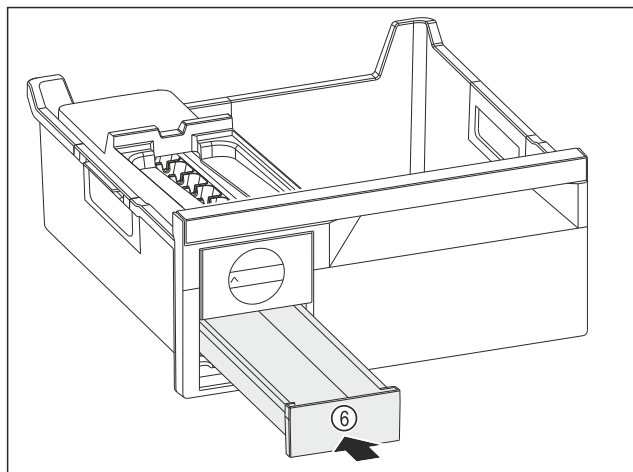

Fig. 83
- ▶ Inserați sertarul pentru cuburi de gheață Fig. 83 (6).